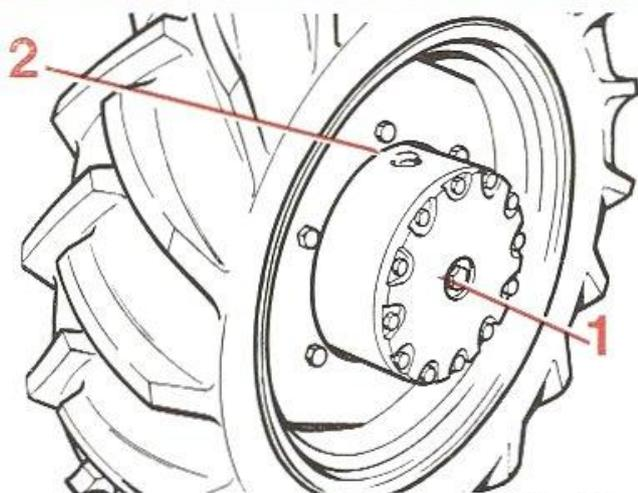

FIG. 89
Après avoir fait tourner le réducteur de façon à maintenir le bouchon (2) en position haute (fig. 89), faire le plein à l'aide de 1,75 litre d'huile **FIAT AMBRA 20 W-40** ou **MOBILAND UNIVERSAL 20 W-40** ; l'huile doit affleurer au niveau de l'orifice central.